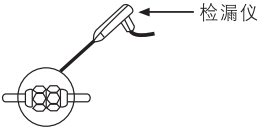

图33
- 3 用⑫塑料绝缘带把铜管和连接电缆包起来。
- 4 在接口处用检漏仪或者肥皂水来检查是否有泄漏。(如图33)